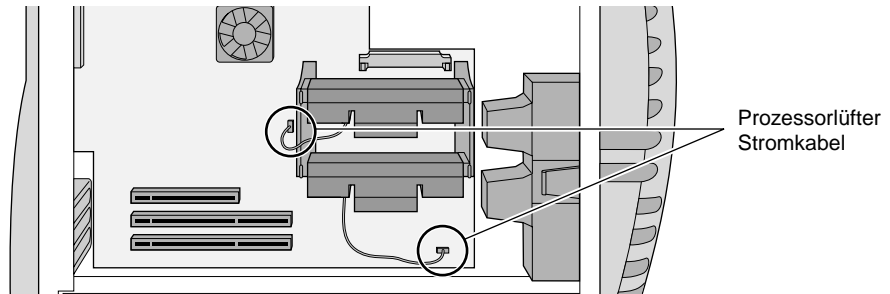

Abbildung 6-5 Anschließen des Stromkabels des Prozessors an die Platine
9. Bei einem Prozessor mit Lüfter verbinden Sie, wie in Abbildung 6-5 gezeigt, den Netzanschluß des Lüfters mit dem entsprechenden Anschluß auf der Platine.